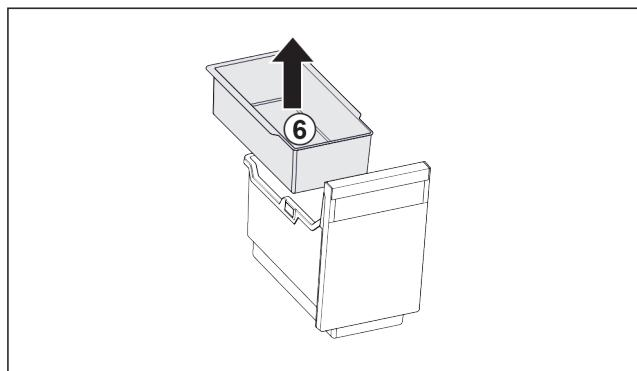

Fig. 24
- Извадете окачваща се поставка Fig. 24 (6).